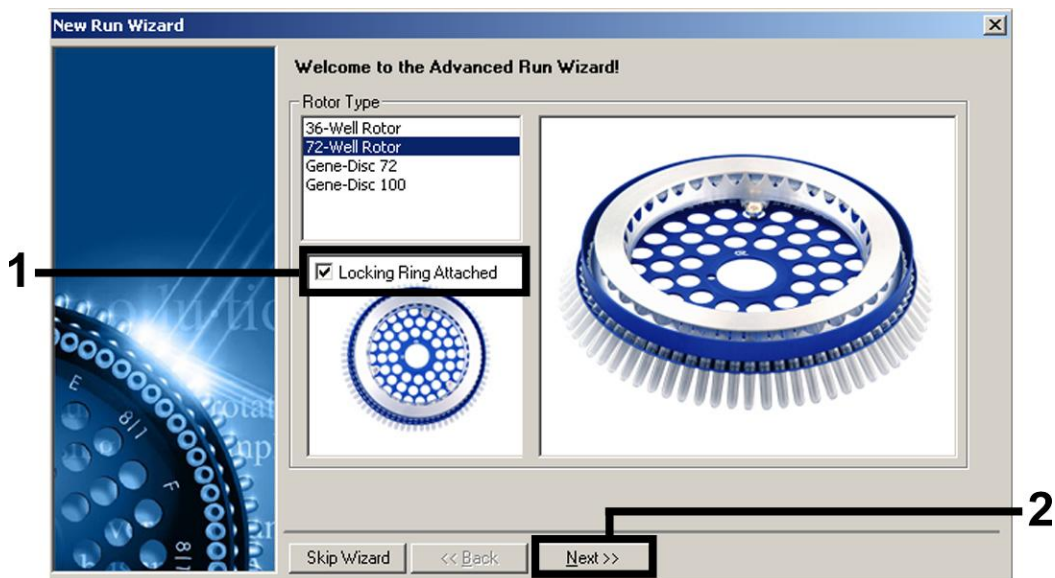

Figura 1. La finestra di dialogo "New Run Wizard".
5. Aprire la finestra di dialogo "New Run Wizard" (Wizard nuovo processo) (Figura 1). Spuntare la casella "Locking Ring Attached" (Anello di bloccaggio applicato) e cliccare su "Next" (Avanti).